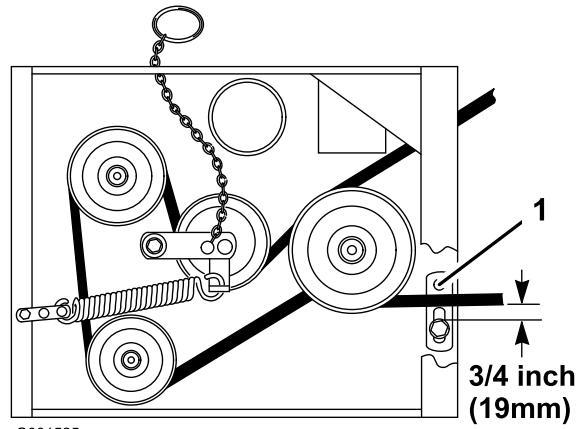

**Figure 47**
6. S'il n'est plus possible de régler le tendeur et que la courroie est encore détendue, il faut alors repositionner la poulie de tension arrière dans le trou central ou avant (Figure 47). Utilisez le trou qui donnera le réglage correct.
7. Lorsque la poulie de tension est déplacée, le guide de courroie doit l'être également. Placez le guide de courroie à la position avant (Figure 47).